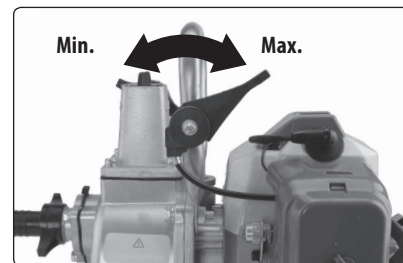

Abb. 5, Position vom Hebel der Durchflussregelung für Min. und Max.
- 6) Stellen Sie den Leistungs-/Drehzahlregler in die Position zwischen dem Minimum und Maximum im Verhältnis zur Förderhöhe und Saugtiefe ein, siehe Abb. 5.